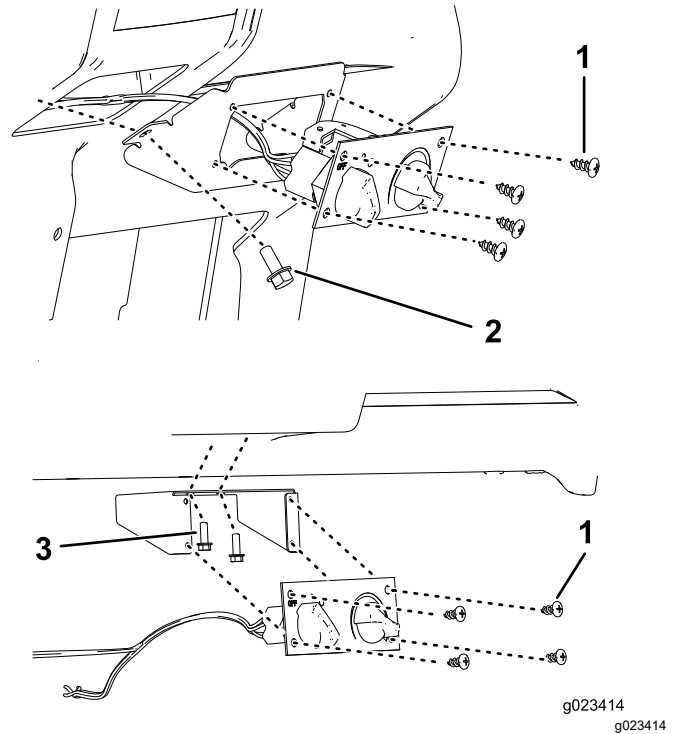

Figura 5
4. Fixe o controlo do aquecedor à montagem do controlo do aquecedor utilizando 4 parafusos de placa de metal (Figura 5).
5. Ligue o cabo de controlo do aquecedor e conector de cablagem preta ao controlo do aquecedor e conector de cablagem branca ao aquecedor (Figura 5).
7. Prenda utilizando quatro parafusos de cabeça flangeada (5/16 x 3/4 pol.) na frente da montagem de controlo do aquecedor e dois parafusos (5/16 pol. para os modelos HD) na lateral da montagem ou dois parafusos (1/4 pol. para os modelos MD) na parte interior superior da montagem, dependendo do modelo que possui (Figura 5).